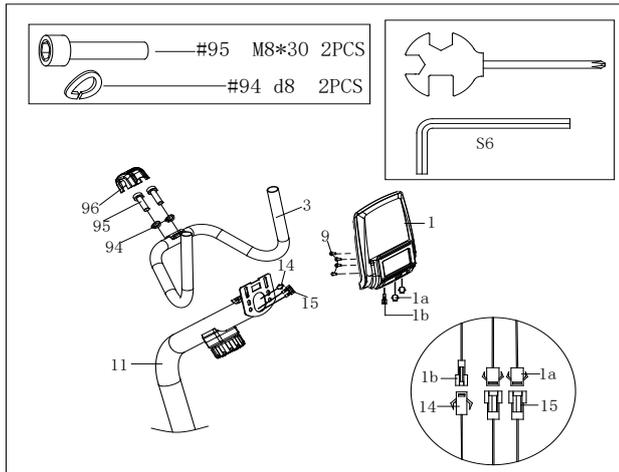

FIG.6:
Collegare il sensore (1a&15; 1b&14) come mostrato in FIG.6, Fissare il computer (1) al tubo di supporto (11) con le viti (9).